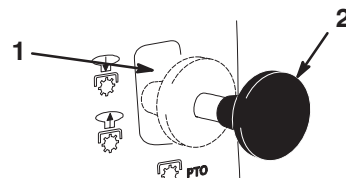

Bild 7
3. Stellen Sie den Zapfwellenantriebshebel (ZWA) auf „Ausgekuppelt“ (Bild 7).